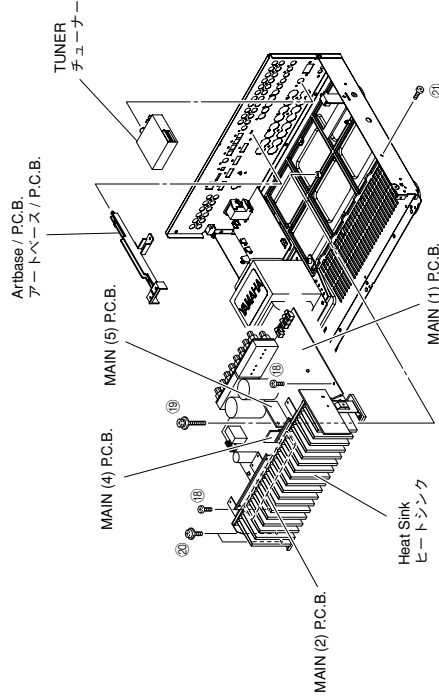

Fig. 5
- b. Remove the TUNER. (Fig. 5)
- b. TUNERを取り外します。(Fig. 5)
10. Removal of MAIN (1), (2), (4) and (5) P.C.B.s
- a. Remove the Airbase/P.C.B.. (Fig. 5)
- b. Remove 2 screws (⑱), 1 screw (⑲), 2 screws (⑳) and 1 screw (㉑). (Fig. 5)
- e. Remove MAIN (1), (2), (4) and (5) P.C.B.s together with the Heat Sink. (Fig. 5)
- a. アートベース/PCBを取り外します。(Fig. 5)
- b. ⑱のネジ2本、⑲のネジ1本、⑳のネジ2本、㉑のネジ1本を外します。(Fig. 5)
- e. MAIN(1)、(2)、(4)、(5)P.C.B.をヒートシンクと一緒に取り外します。(Fig. 5)